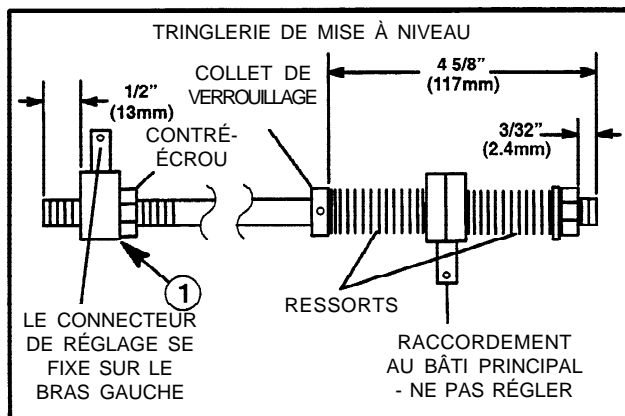

Figure 17
- Les dimensions dans la figure 17 sont réglées en usine et il ne devrait pas être nécessaire de régler la tringlerie de mise à niveau. Au bout d'un certain temps, il pourra être nécessaire d'ajuster la tringlerie. Dans ce cas, effectuez seulement les réglages sur le connecteur de réglage (voir la fig. 17).
- Au bout de la tige de mise à niveau, avec les ressorts et le collet de serrage, les dimensions sont réglées en usine et ne doivent jamais être modifiées (voir la fig. 17).